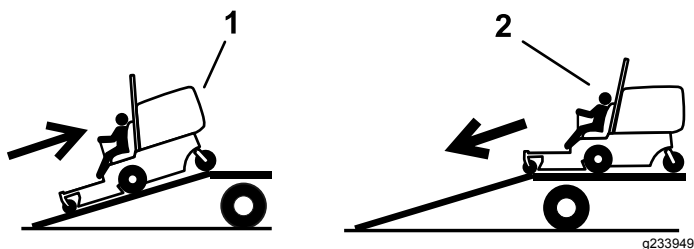

Figura 29
4. Risalite in retromarcia la rampa (Figura 29).
2. Scendete dalla rampa in marcia avanti (Figura 29).